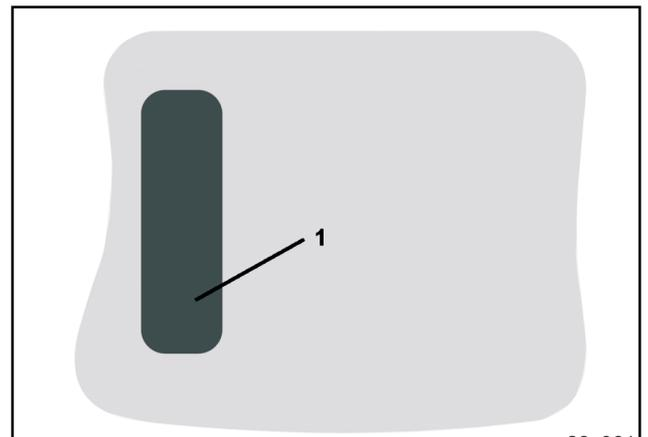

Fig. 11
La touche Shift est à l'arrière de l'appareil (Fig. 11/1).
- Si vous appuyez sur la touche Shift (Fig. 11/1) au dos de l'appareil d'autres zones de fonction s'affichent au Menu travail et les fonctions des touches (**Fehler! Verweisquelle konnte nicht gefunden werden.**) sont modifiées en conséquence. (possible uniquement si [Shift] (Fig. 14/1) s'affiche à l'écran).